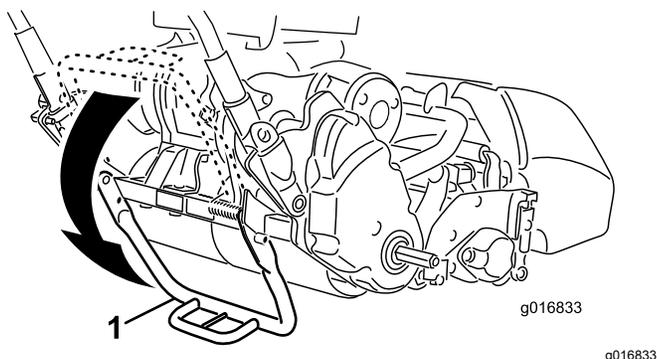

図 9
1. キックスタンドの中央部分を足で押し下げ、機体についている下部ハンドルサポートを引き上げてスタンドで機体を支える 図 9。